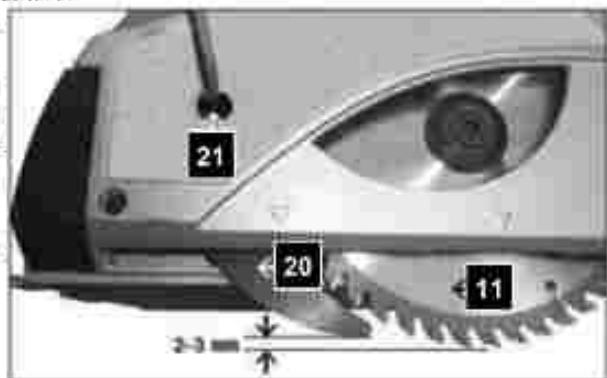

Рис. 8
При заглублении пильного диска (поз. 11, рис. 8) расклиниватель (поз. 20, рис. 8) заглубляется вместе с ним. При максимальном заглублении пильного диска край расклинивателя должен не доходить до края диска 2-3 мм (рис. 8). Для регулировки расклинивателя необходимо:
- ослабить винт крепления расклинивателя (поз. 21, рис. 8)
- зафиксировать расклиниватель винтом (поз. 21, рис. 8)